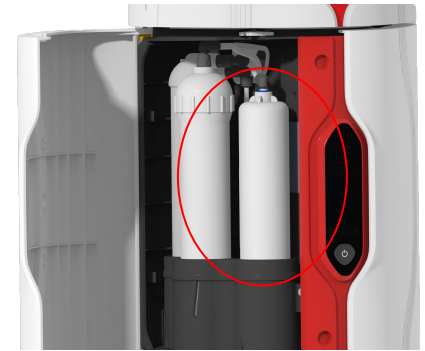

Fig. 1
Cambio del cartucho de pretratamiento (Fig. 1)
3. DESCONECTE el cartucho de pretratamiento LC241. (Fig. 1)